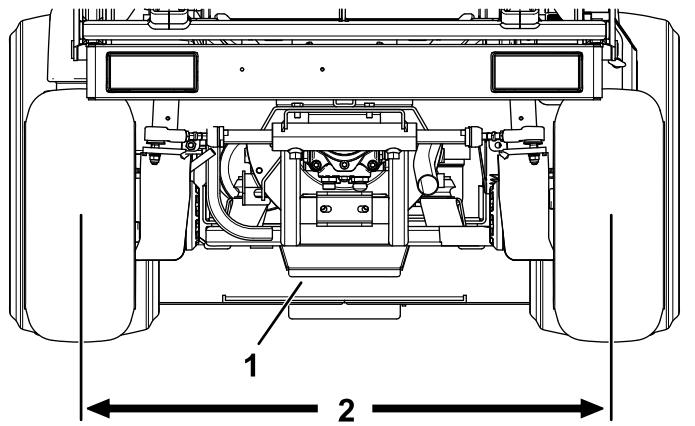

Figura 83
- Regolate entrambi i tiranti finché la distanza da centro a centro sulla parte anteriore e posteriore delle ruote posteriori non è identica (Figura 83).